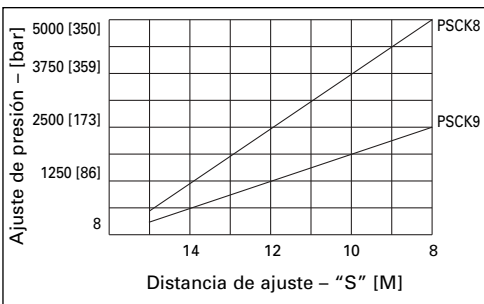

Figura 4, Gráfico
3. Apriete la contratuerca (4 NM [3 LB-PIE]) en sentido horario mientras sujeta el tornillo de ajuste de presión con la llave (ver los ajustes en el gráfico, figura 4 [el gráfico sirve solamente como guía básica; para determinar con mayor exactitud los puntos de conmutación use un manómetro de presión]).
Nota: La distancia de ajuste "S" en la figura 4 se mide desde el extremo del tornillo de ajuste hasta el cuerpo de la válvula (el lugar donde hace contacto la contratuerca).